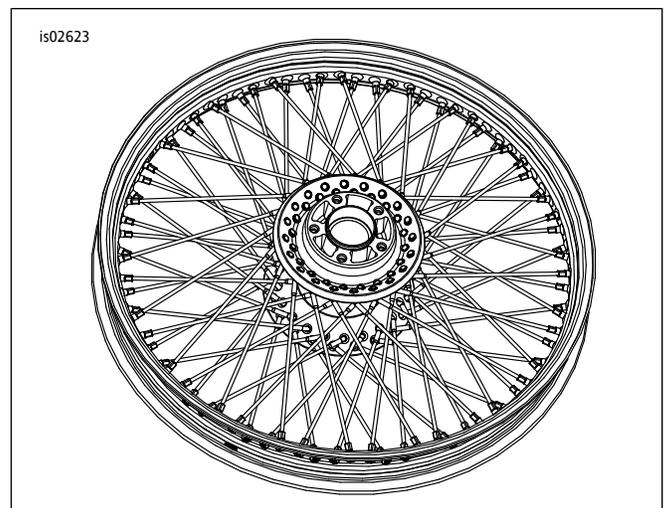

图8。安装其余内侧辐条
10. 参见图8。安装其余内侧排辐条。组装辐条螺纹接头，但不要拧紧。